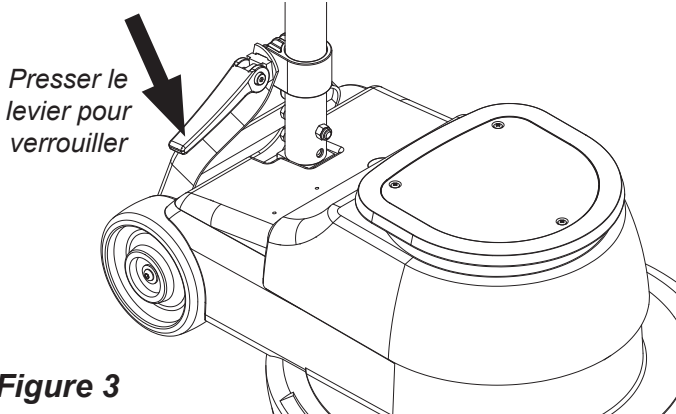

Figure 3
**Levier de Verrouillage** (voir Figure 3).